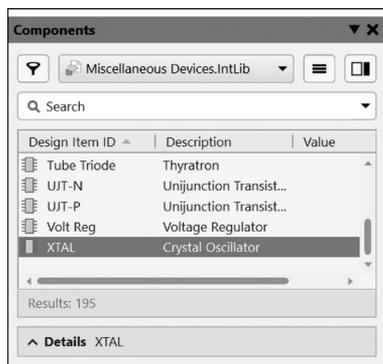

图 3.6 在列表框中选中晶体振荡器 XTAL
(2) 在 Components 面板中部的列表框中,列出了这个库包含的所有电路原理图元件。在列表框中选中晶体振荡器 XTAL,如图 3.6 所示。
名称在列表框中按照顺序查找,可能比较费时,工作效率不高。为了提高查找效率,可以在第二个下拉列表框中输入晶体振荡器的名称 XTAL,按键盘上的回车键,系统将在 Miscellaneous Devices. IntLib 中搜索 XTAL,搜索结果与图 3.6 相似。